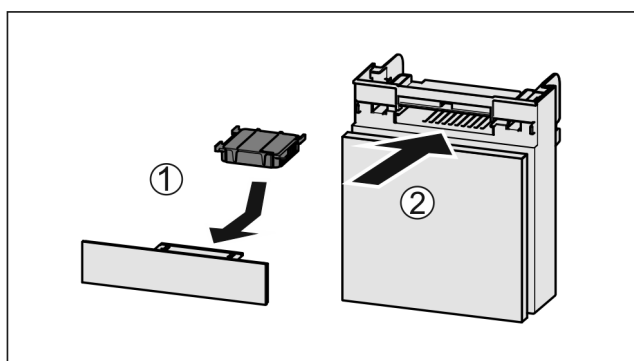

Fig. 180
- ▶ Vendosni filtrin me karbon aktiv siç tregohet në figurë Fig. 180 (1).
- ▶ Futni kutinë në vend Fig. 180 (2).